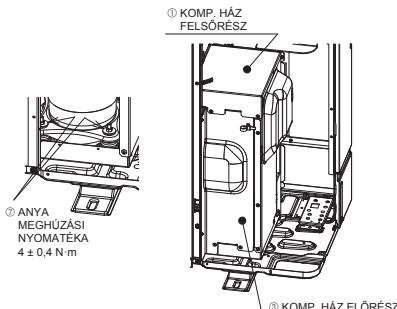

Fig. 4-2
- A KOMP. rögzített alkatrészeinek eltávolítása után húzza meg a csavaranyát, és állítsa vissza a KOMP.HÁZ FELSŐRÉSZ és a KOMP.HÁZ ELŐRÉSZ eredeti állapotát. (Fig. 4-2)